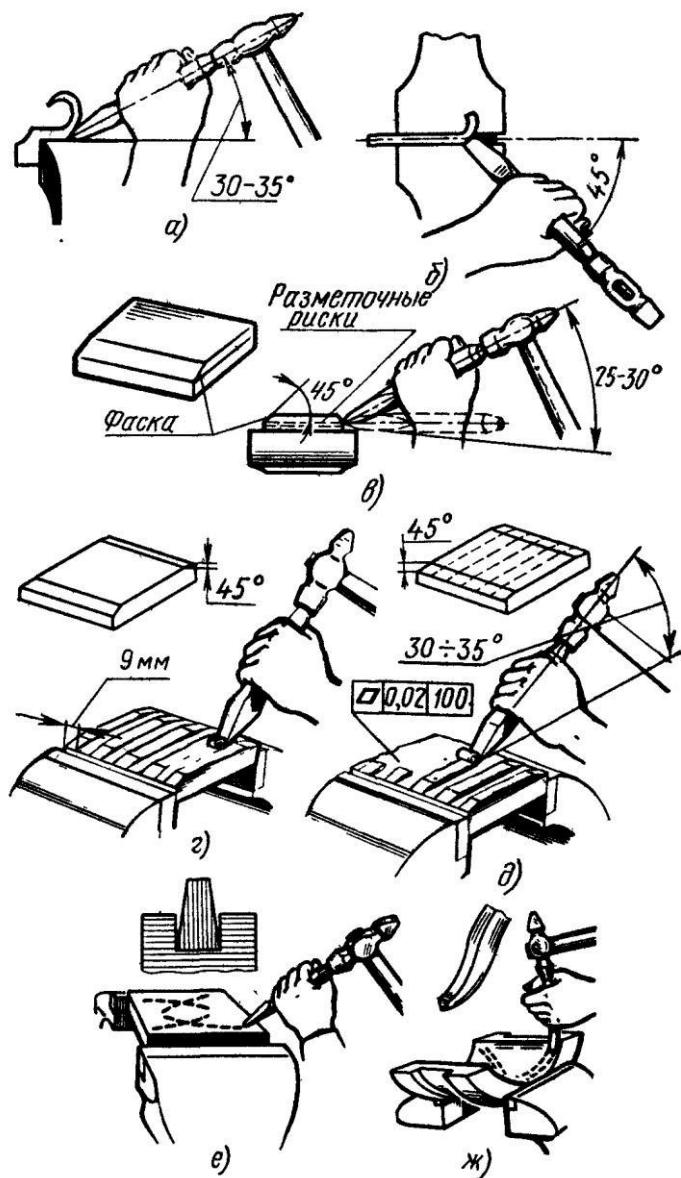

Рис. 31. Обрубание плоскости и вырубание канавок:
в) принять правильное рабочее положение (рис. 31, а): установить зубило под углом 30—35° к горизонтальной плоскости и 45° к оси губок тисков (рис. 31, б);
в) снять фаску (скос) на стороне детали, противоположной той, с которой начинают рубку; фаску сделать по размеру снимаемого слоя металла (рис. 31, в);
а) нанести на поверхности заготовки разметочные риски (рис. 31, д верхние), определяющие расстояние между канавками (ширина 6—9 мм);
- в) срубить зубилом на переднем ребре фаски (скосы) на задней и передней стороне заготовки под углом 45° (рис. 31, д, г);
- д) срубить и зачистить зубилом выступы (рис. 31, д);
- б) заточить крейцмейсель с поднутрением (рис. 31, е верхний) так, чтобы его режущая часть (лезвие) была шире его концевой части, что даст возможность крейцмейселью проходить в канавке свободно;
- г) прорубить крейцмейселеем канавку предварительно (толщина стружки 1—2 мм), а затем окончательно (толщина стружки 0,5—1,0 мм) (рис. 31, в).